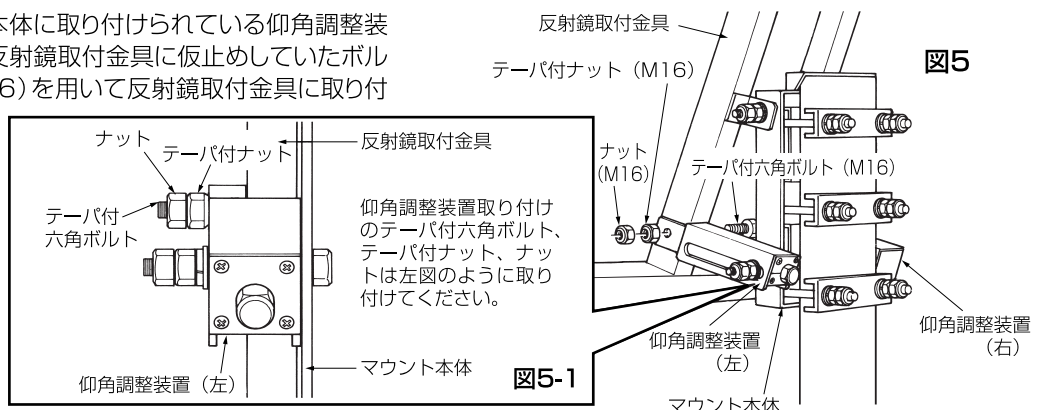

図5
- 図5のようにマウント本体に取り付けられている仰角調整装置 (左) および (右) を反射鏡取付金具に仮止めしていたボルト (M16)・ナット (M16) を用いて反射鏡取付金具に取り付けます。